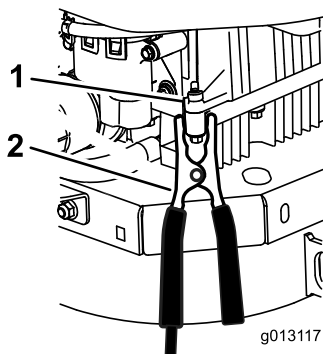

Figure 64
- Faites la dernière connexion sur le bloc moteur du véhicule en panne (pas à la borne négative de la batterie) loin de la batterie et reculez-vous (Figure 64).**